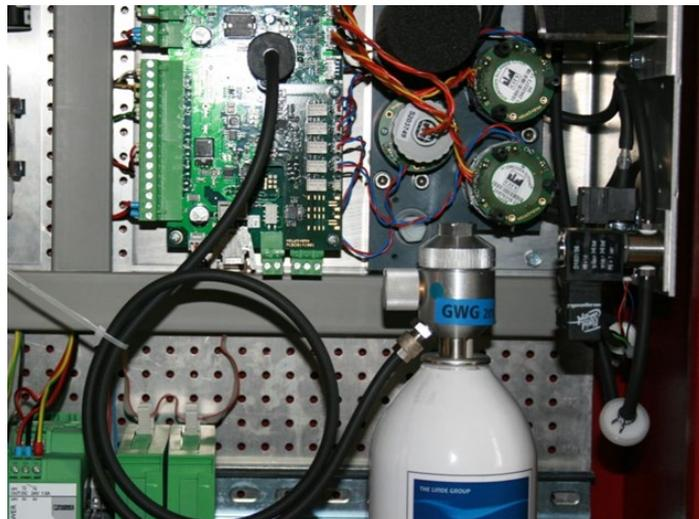

Abb.1
- ▶ Stecken Sie die **Sensor-Kappe** auf den LEL-Sensor (siehe Abb.1 hier in einem Biogasgerät).